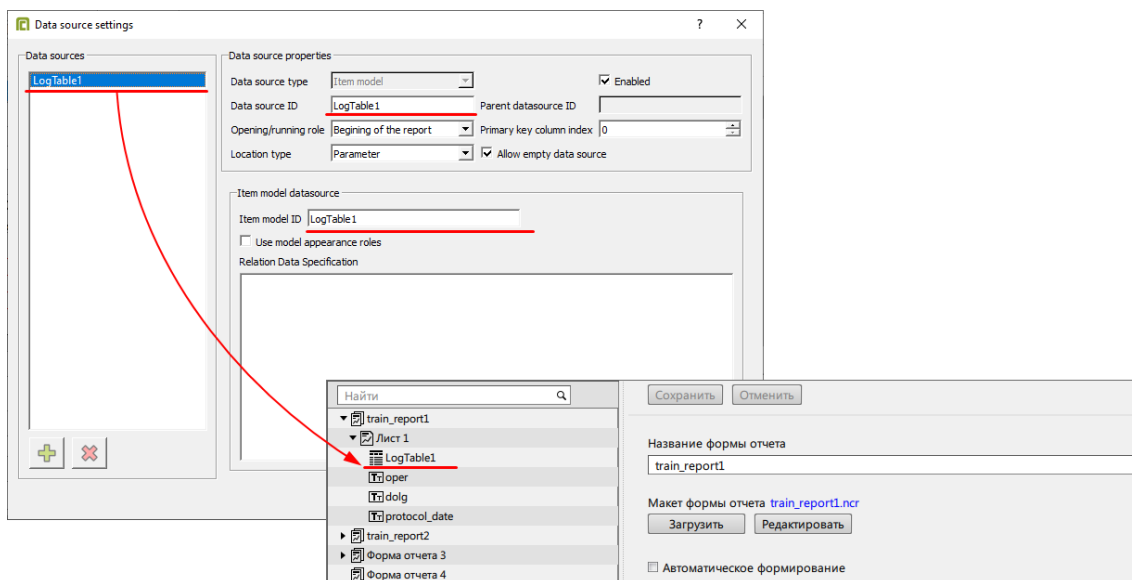

Рисунок 317 - Настройки источника данных
4. Переименуйте источник данных в имя таблицы, как в настройках отчета Redkit Configurator (Рисунок 317). Имена должны полностью совпадать.